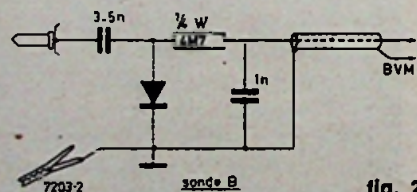

fig. 2
B. Meetsonde om een gelijkstroom buisvoltmeter geschikt te maken voor wisselspanningsmetingen tot ca 50 V, (afhankelijk van de te gebruiken germaniumdiode) en van 1000 Hz—50 MHz (zie fig. 2).